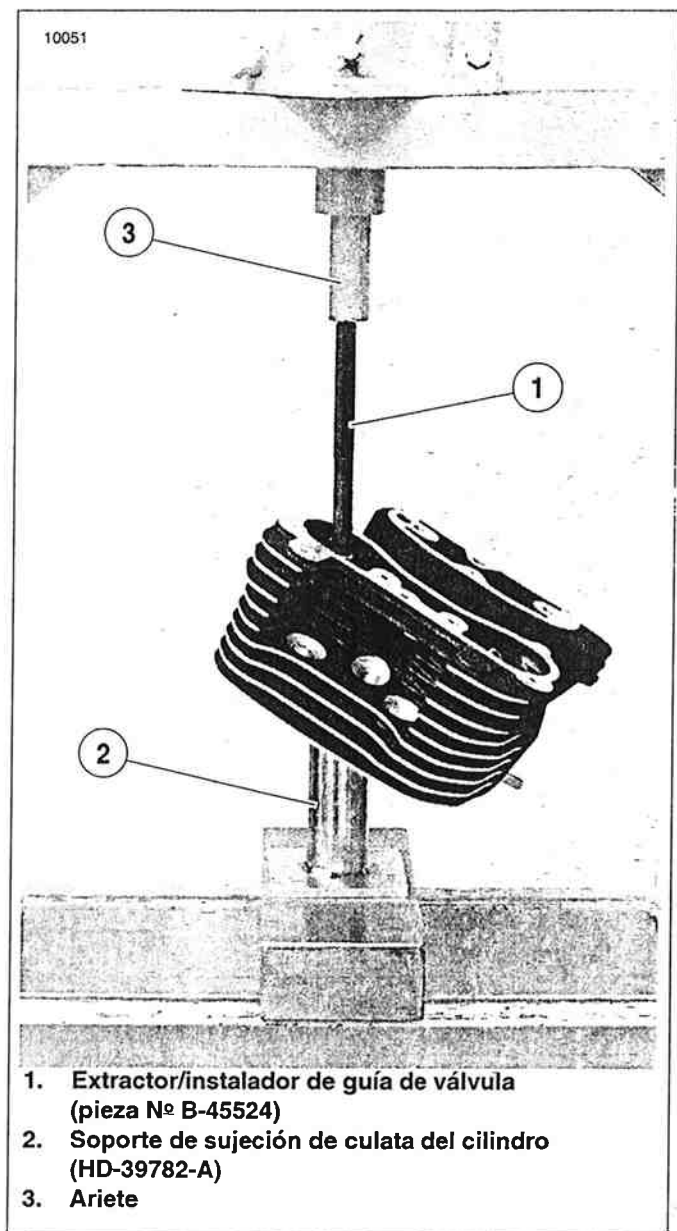

Figura 3-35. Extracción de la guía de válvula sin reborde
2. Vea la Figura 3-35. En la parte superior de la culata del cilindro, inserte el extractor/instalador de la guía de la válvula (1) dentro del diámetro interior de la guía de la válvula hasta que el reborde de la herramienta haga contacto con el extremo de la guía de la válvula.